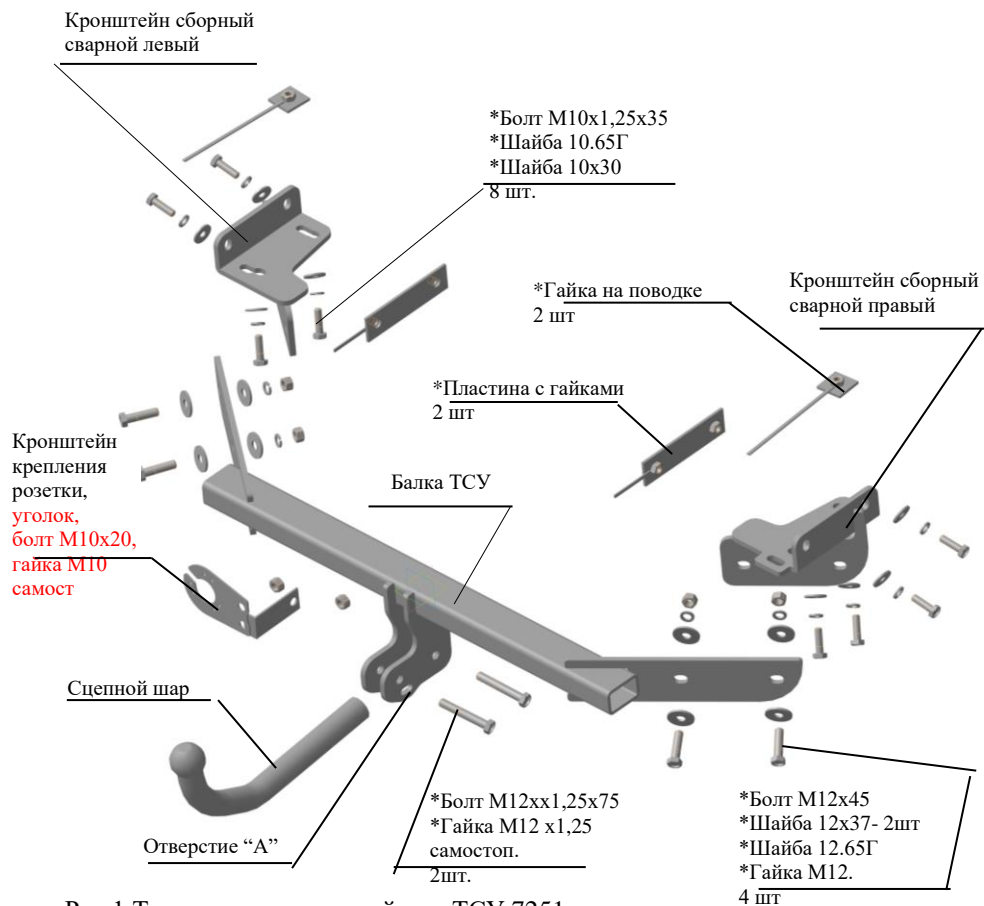

Рис.1 Тягово-сцепное устройство ТСУ 7251.
2.1 ТСУ 7251 в сборе (рис.1)	1 шт.
2.2. Пакет комплектующих (рис.1)
4.3 Закрепить сборный сварной левый кронштейн ТСУ к нижней и внешней полке лонжерона четырьмя болтами М10х1,25х35, используя гайки штатные сварные и подложив под головки болтов шайбы 10.65Г и шайбы 10х30 (соответственно рис.1). Крепеж не затягивать.
полках лонжеронов под болты М10х35 и для крепления кронштейнов к переднему отверстию в нижних полках лонжеронов - использовать гайки на поводке, к боковым полкам лонжеронов - пластины с гайками, к заднему отверстию в нижних полках - гайки М10 и болты М10х35 (на рис.1 не показано), подложив под головки болтов шайбы 10.65Г и шайбы 10х30. Крепеж не затягивать.
4.4 Закрепить сборный сварной правый кронштейн ТСУ аналогично левому, соответственно рис.1. Крепеж не затягивать
4.5 Закрепить балку ТСУ к внешним сторонам сборных сварных кронштейнов за нижние отверстия болтами М12х45 и гайками М12 (соответственно рис.1), подложив под головки болтов шайбы 12х37, а под гайки - шайбы 12.65Г и шайбы 12х37. Крепеж не затягивать.